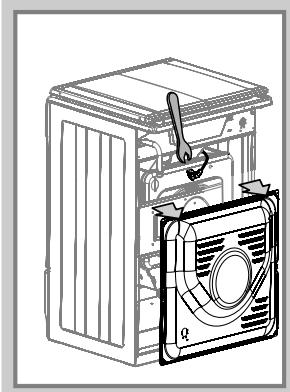

Рис.10
- при помощи ключа выкрутить и заменить сопло (рис. 10).